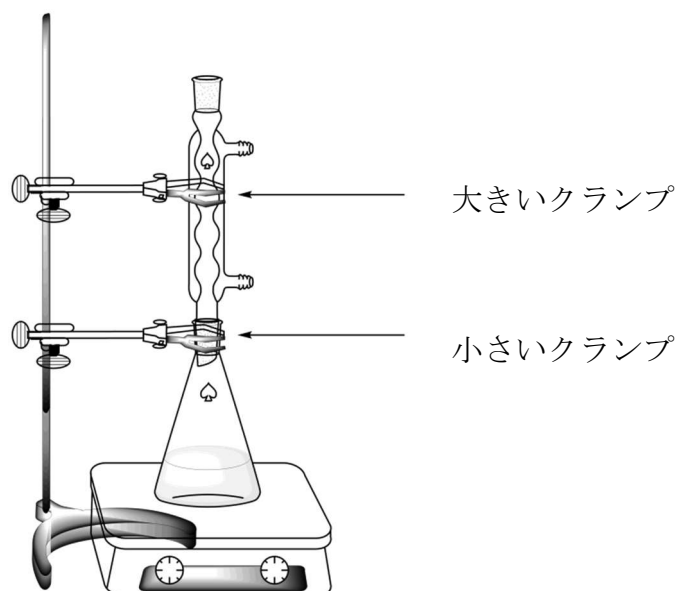

図1. 反応混合物を還流しながら反応させる装置
- 大きい方のクランプをスタンドからゆるめ、還流冷却管をスリにあわせてはめる（図 1）。「HELP」の札を掲げなさい。実験監督者が水を流し、ホットスターラーの加熱操作も行う。
2. 加熱還流のときと同じ装置（図 1 を見よ）を組み立てて使い、50 mL スリ付き三角フラスコに入っている粗生成物を、今つくった水-エタノール混合物の適量から再結晶する。「HELP」の札を掲げなさい。実験監督者が還流冷却管の水を流し、ホットスターラーの加熱操作も行う。再結晶溶媒は、必要に応じて還流冷却管の上から加えなさい。